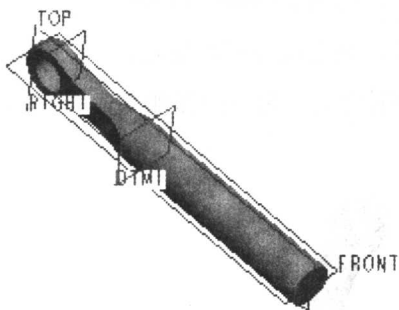
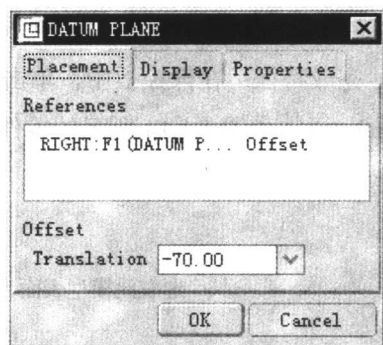

图 1.1.10
图 1.1.11
- (5) 完成特征截面后, 单击工具栏中的完成图标 .
- (6) 在操控板中, 选取双侧深度类型均为 .
- (7) 在操控板中, 单击预览图标 , 可浏览所创建的切削特征。
- (8) 在操控板中, 单击完成图标 , 则完成特征的创建。
Step7. 创建基准平面 DTM1。创建如图 1.1.10 所示的基准平面, 相关操作如下。
- (1) 单击创建基准平面命令图标 。系统弹出 DATUM PLANE (基准平面) 对话框。
- (2) 选取 RIGHT 基准面为参照平面, 在 Translation (平移) 文本框中输入值 -70, 这时 DATUM PLANE 对话框如图 1.1.11 所示。
- (3) 在 DATUM PLANE 对话框中单击  按钮。